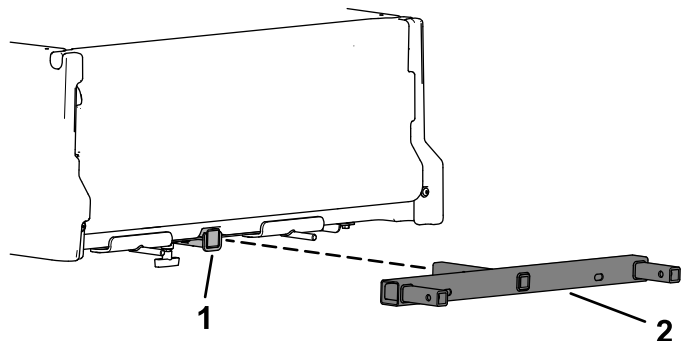

Figura 6
6. Inserte el bastidor del cubo de basura en el tubo receptor de la máquina (Figura 6).
Importante: Asegúrese de que las ranuras de acoplamiento de las barras de extensión están alineados como se indica en Figura 6.